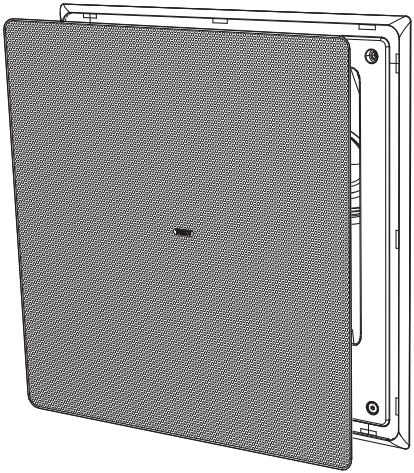

Fig. 21. Install the grille
- 1. La rejilla debe colocarse con cuidado alineando los bordes de la rejilla con cuidado con el deflector y los bordes interiores del marco (Fig. 21). Para evitar daños por hendiduras, no presione el centro de la rejilla; aplique una presión uniforme en cada esquina a medida que se presiona firmemente en su posición.